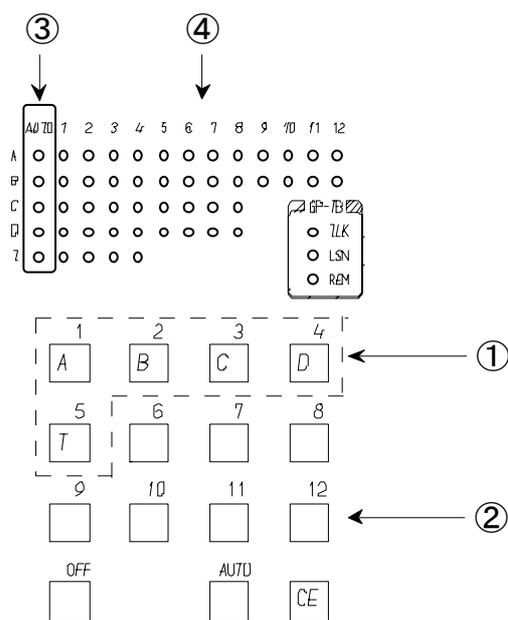

図 6-1
本器は、GP-IB によるリモート状態であってもスイッチによる操作が常に有効となっています。操作方法は、まずキートップに書かれているA,B,C,D,T(図6-1の①)のどれかを押すと、選択対象のAUTOのLEDが点滅します。
次に、スイッチの上にならされているシルク印刷に従ったチャンネル(図6-1の②)を選択しチャンネルを決定します。
GP-IBのリモートを有効にする場合には、A,B,C,D,T(図6-1の①)のどれかを選択しAUTOスイッチ(図6-1の②)を押す事で決定されます。